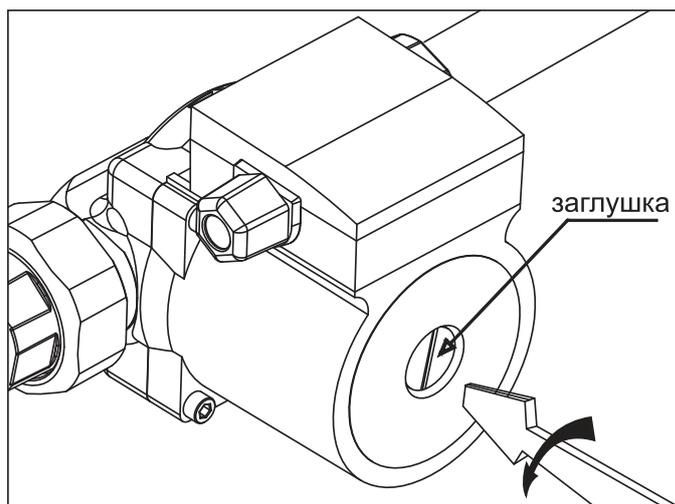

Рис.5 Удаление воздуха из насоса
- выкрутить винт и ослабить заглушку для удаления воздуха, защитив электрические части от попадания жидкости или пара **Рис.5**;